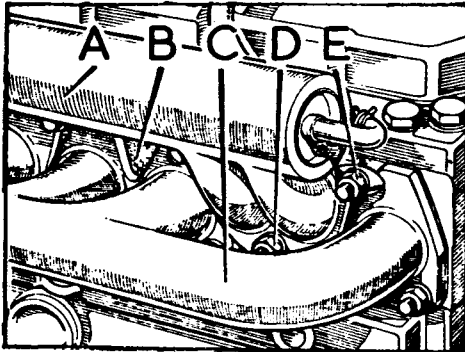

Fig. A1-19 Desmontaje de colectores de admisión y escape
- 1.4. Retirar la varilla medidora del nivel de aceite. Desmontar las tuercas, arandelas y puentes, E, y las tuercas y arandelas, D (Fig. A1-19). Retirando los colectores, A y C, y la junta, B.
- 2.1. Situar una nueva junta, B (Fig. A1-19) sobre la zona de asiento de los colectores, una vez que se haya limpiado perfectamente dicha zona.
- 2.3. Instalar en su sitio el colector de escape, C (Fig. A1-19) y fijar ambos colectores con sus tuercas, arandelas y puentes, E, dando el apriete final de las tuercas partiendo del centro hacia los extremos.